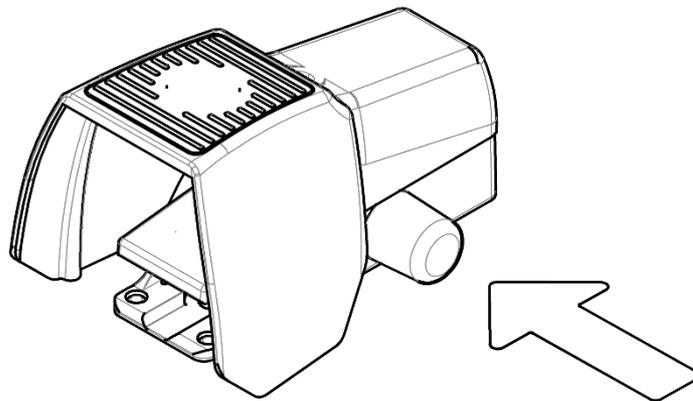

Fig. 3 : libération de l'interrupteur au pied
- Lorsque l'arrêt d'urgence a été déclenché via l'interrupteur au pied : libérer l'interrupteur au pied en appuyant sur le capot bleu en silicone sur le côté de l'interrupteur au pied (cf. fig. 3).